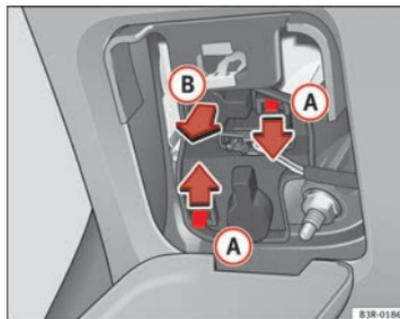

Fig. 220 Desmontar el portalámparas
- Haga presión sobre las lengüetas **A** ⇒ fig. 220 en el sentido de las flechas y extraiga el portalámparas tirando en el sentido que indica la flecha **B**.